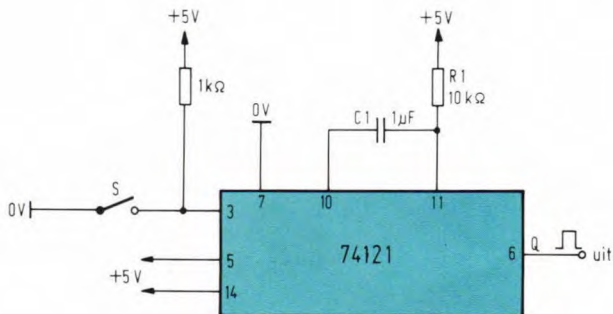

Fig. 1. Om een dendervrij ingangssignaal voor de teller te verkrijgen gebruiken we een monostabiele multivibrator.
Mechanische bewegingen kunnen met behulp van een microswitch worden geteld. Voorwaarde is echter dat we een laag schakelritme hebben. De schakelaar heeft immers contactdender waardoor de teller de neiging heeft voor 1 schakelpuls meerdere impulsen te tellen. Een mogelijke oplossing voor dit probleem is te zien in fig. 1. We gebruiken hier een monostabiele multivibrator (MMV) 74121. De tijdsbepalende componenten C1 en R1 moeten worden gekozen in relatie tot de schakelsnelheid. De waarden in fig. 1 volstaan voor een maximale snelheid van 10 pulsen per seconde.
Wie geen behoefte heeft aan een grote nauwkeurigheid kan ook de oscillator gebruiken van fig. 1. uit 'Alles over LED's (4)', Hob-bit 4 1981.